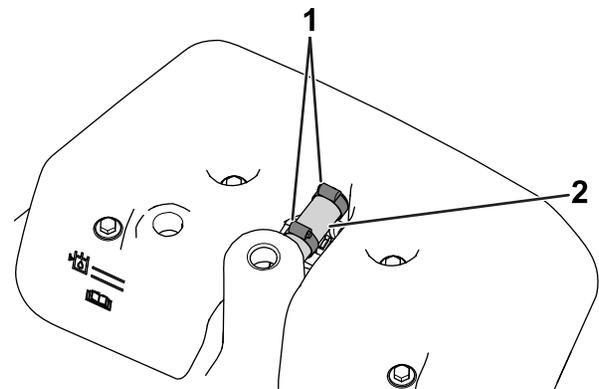

Figura 3
- Se a sua máquina está equipada com um tubo de escoamento, desaperte os grampos sem-fim e retire o tubo de escoamento (Figura 3).
15. Utilize dois grampos sem-fim para prender o tubo de escoamento ao depósito do detector de fugas e ao depósito hidráulico (Figura 3).